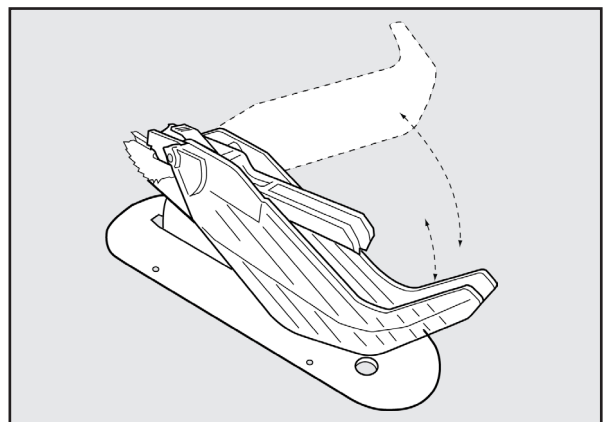

FIGURA 26
1. Consulte la Figura 26 y, levantando la guarda desde el frente, eleve el escudo protector hasta llegar a la posición de bloqueo que se indica con un chasquido. Pueden elevarse uno o ambos escudos protectores.